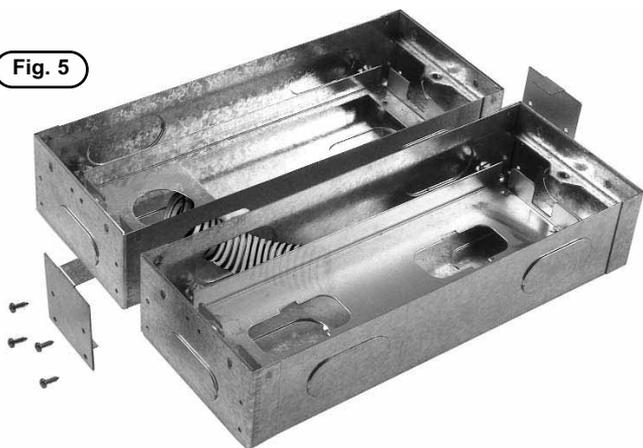

Fig. 7
- Inserire il microfono nell'apposita sede posta sul retro della placca in ottone (fig. 7)